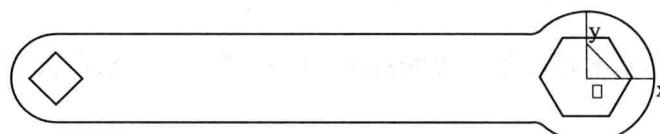

图 2-1-7 扳手平面图
(6) 单击“曲线裁剪”按钮 ，在立即菜单中选择“快速裁剪”、“正常裁剪”，用鼠标拾取图形中需裁剪的线段，即可完成扳手平面图的绘制，如图 2-1-7 所示。